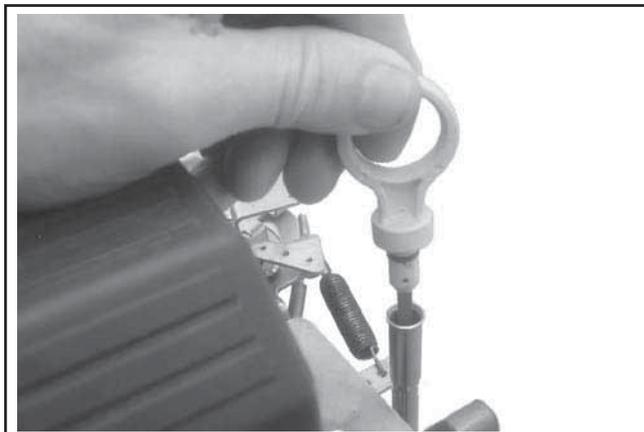

Figure 11-104. Remettre la jauge de niveau dans le tuyau.
5. Ajouter de l'huile pour amener le niveau au repère « F » et remettre en place la jauge de niveau. Voir la Figure 11-104.